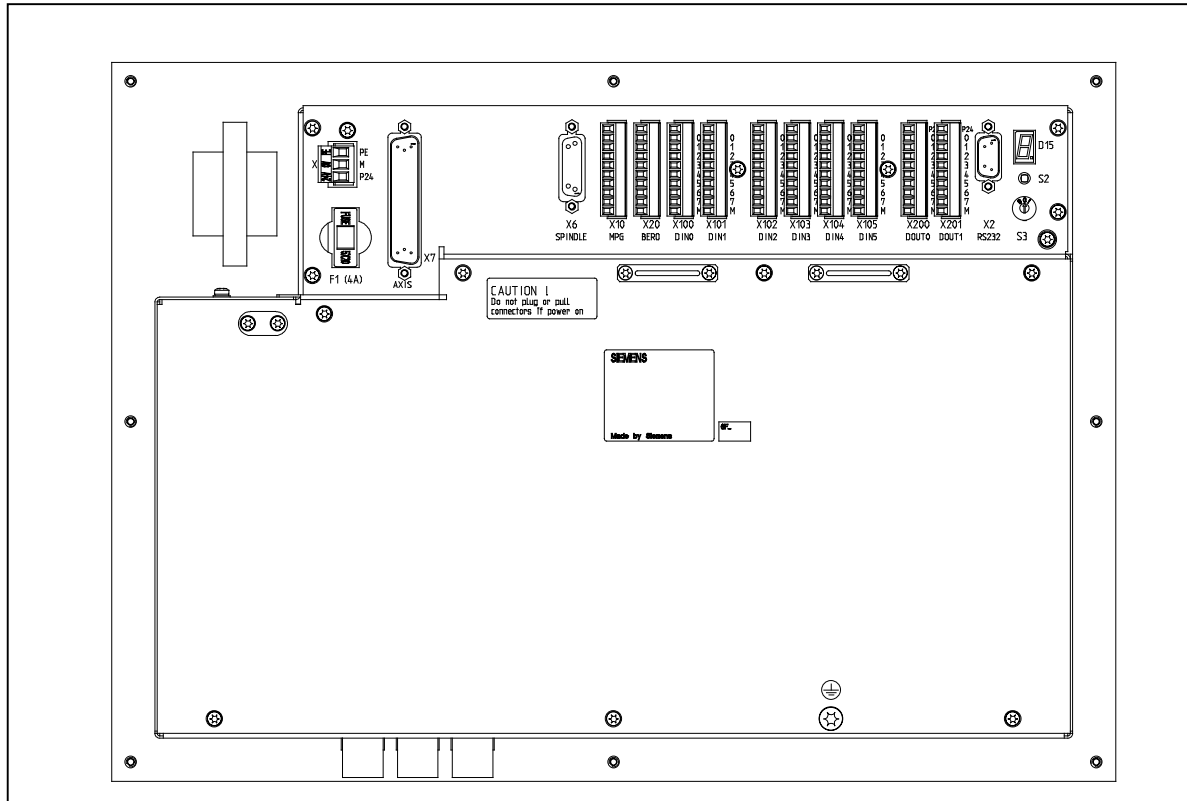

Abb. 2-3 Rückseite der CNC
1. Schließen Sie die Kabel wie in Abb. 2-3 gezeigt an.